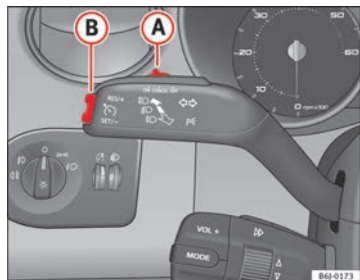

Fig. 120 Levier des clignotants et des feux de route : commande et touche basculante pour régulateur de vitesse
- Lorsque la vitesse à mémoriser est atteinte, appuyez une fois brièvement sur la partie inférieure de la commande à bascule **SET** ⇒ fig. 120 **B**.